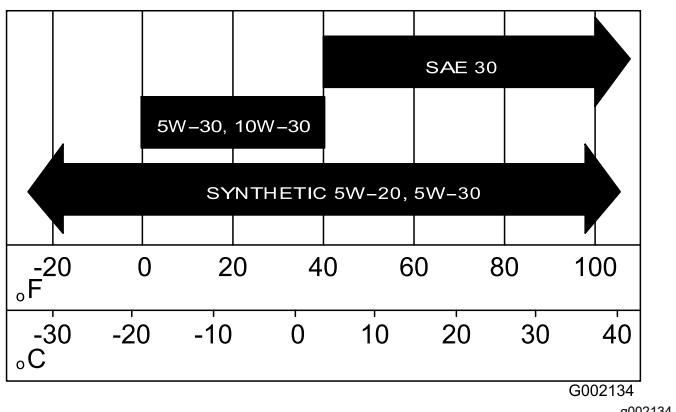

Figure 38
- Remplissez le carter de l'huile spécifiée (Figure 38).